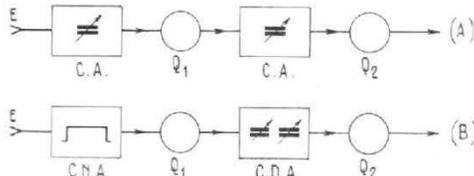
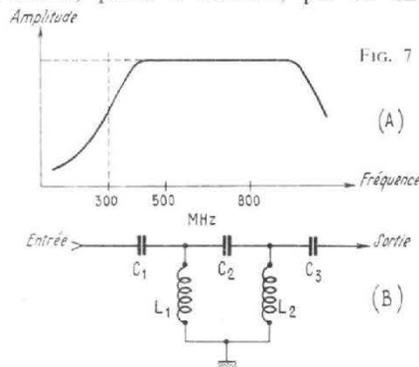

FIG. 6
FIG. 7
Il existe toutefois, dans certains appareils radio et TV des exceptions à cette règle. La figure 6 montre les deux cas à considérer : en (A) il y a un circuit accord CA à l'entrée qui effectue la sélection de la station à recevoir. Le signal amplifié est transmis à un transistor HF, Q₁. A la suite de ce transistor il y a un autre circuit CA.
A la figure 7, on montre en (A) une courbe de transmission des signaux à travers un filtre passe-haut.
Le gain relatif est moitié vers la fréquence de coupure. La chute de gain doit être rapide au-dessous de 300 MHz ou autre valeur choisie par le fabricant du sélecteur UHF. Cette chute est d'autant plus rapide que le filtre passe-haut est efficace. En (B) figure 7, on donne un exemple de schéma de filtre passe-haut à deux cellules C₁ L₁ et C₂ L₂ chacune composée d'un condensateur dans la branche horizontale du filtre et d'une bobine dans les branches verticales. Plus il y a de cellules, plus le filtre est à coupure rapide. En radio FM, le procédé de sélection à l'entrée non accordée indiquée à la figure 6 (B) est différent de celui adopté en UHF. En effet, les FM sont reçues dans la bande II qui s'étend approximativement entre 85 et 105 MHz soit sur une bande de 20 MHz environ.